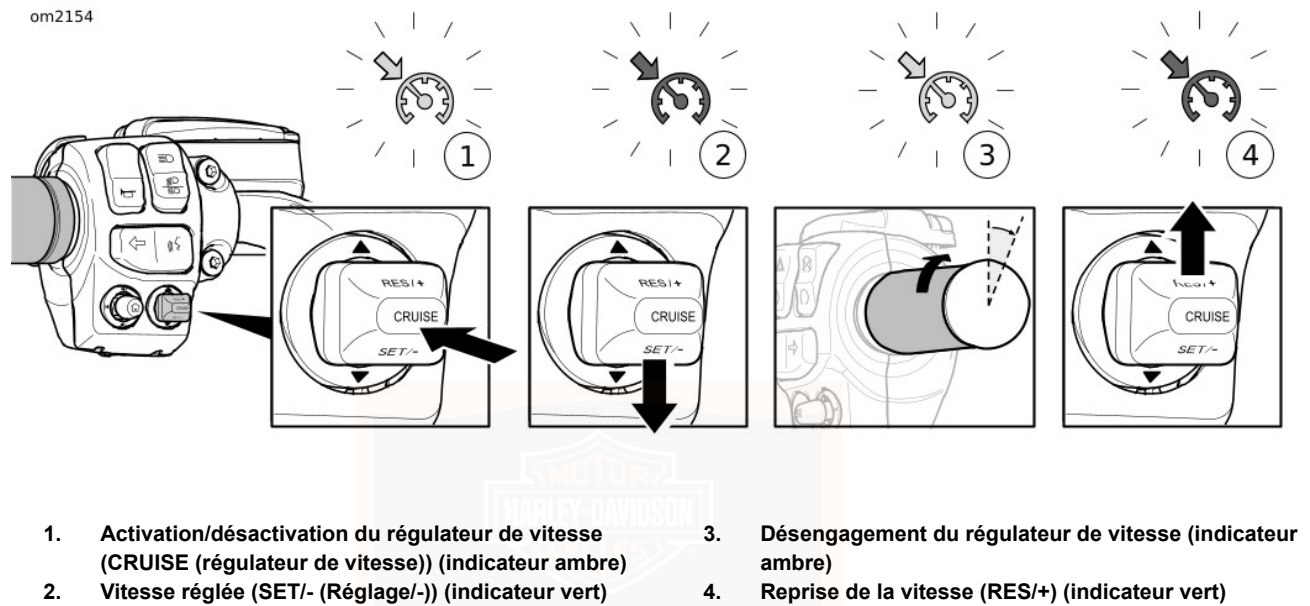

Figure 28. Régulateur de vitesse (classique)
Voir Figure 28. Appuyer sur le commutateur CRUISE (régulateur de vitesse) pour activer le régulateur de vitesse (1). Lorsque le régulateur de vitesse est activé, son icône sur la face de l'indicateur de vitesse s'allume en orange.
Voir Figure 28. Lorsque la moto atteint la vitesse souhaitée, pousser le commutateur SET/- (RÉGLAGE/-) vers le bas pour
Voir Figure 28. Pour cesser de circuler à la vitesse constante réglée, passer le papillon en position fermée par le biais du commutateur de désengagement (3).
Voir Figure 28. Si le régulateur de vitesse a été désengagé, mais que le témoin du régulateur de vitesse est orange, une pression sur le commutateur RES/+ (REPRISE/+) engage à nouveau le régulateur de vitesse (4). L'icône s'allume en vert. La moto reprend automatiquement la vitesse constante réglée.